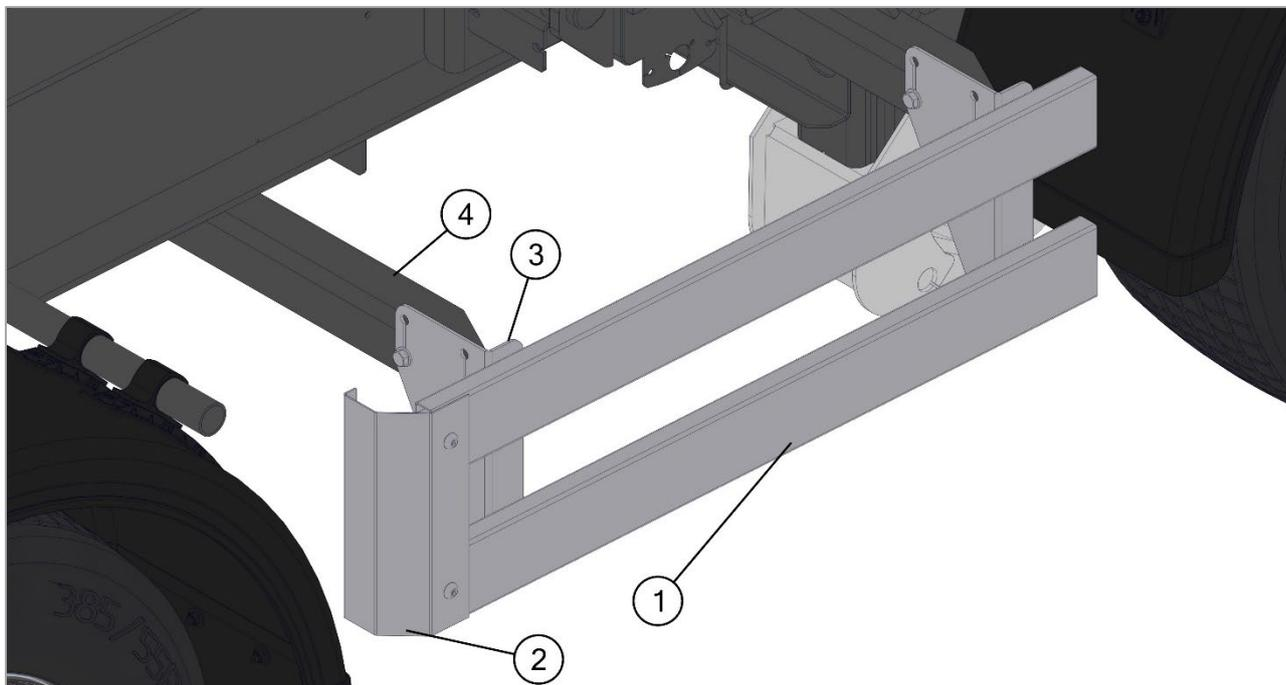

Рис. 34. Боковая защита
Боковая защита состоит из продольных планок (1) и передних вертикальных законцовок (2), которые на болтах крепятся к вертикальным консолям (3). Вертикальные консоли крепятся к кронштейнам (4) приваренным к раме (рис. 34).